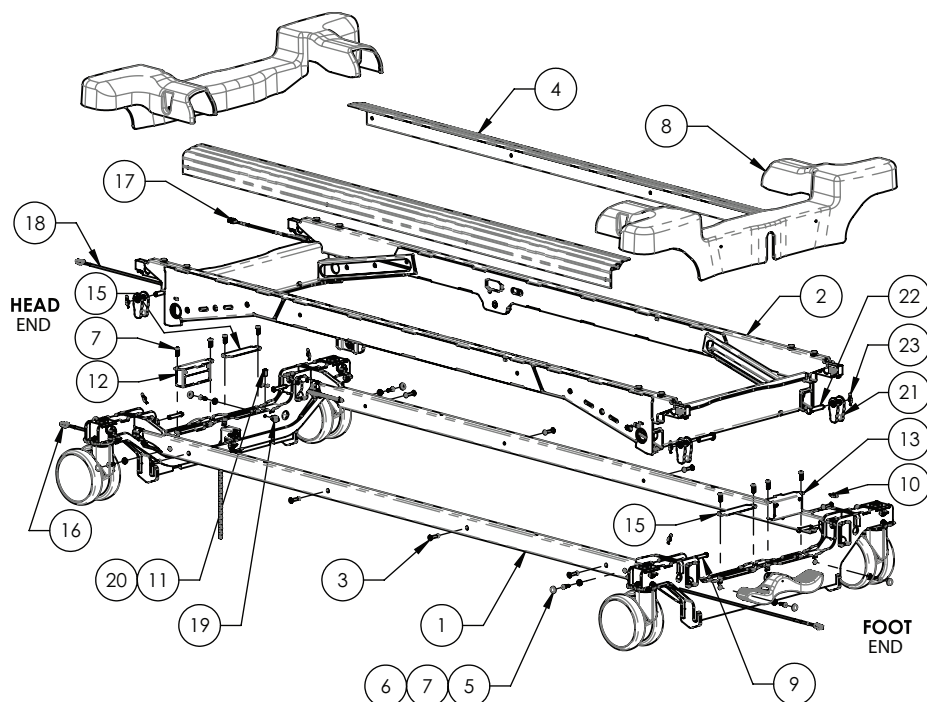

Figure 36 – Remplacement de l'ensemble de cellule de pesage
5. À l'aide d'un petit tournevis à tête plate, retirer et conserver les quatre cache-vis du couvercle des roulettes (6) (Figure 36).
6. À l'aide d'un tournevis cruciforme n° 2, retirer et conserver les quatre vis (7) et rondelles (5) qui fixent le couvercle des roulettes (8) à l'ensemble soudé du châssis de la base (Figure 36). Retirer et conserver le couvercle des roulettes.
8. À l'aide d'une pince à becs fins, retirer et conserver la goupille bête (23) et la broche (22) du haut de la liaison de la cellule de pesage (21) (Figure 36).
11. À l'aide d'un tournevis cruciforme n° 2, retirer et conserver les deux vis (7) qui fixent le couvercle d'inspection (15) à l'ensemble soudé du châssis de la base (Figure 36). Retirer et conserver le couvercle d'inspection.
12. À l'aide d'un tournevis cruciforme n° 2, retirer et conserver les deux vis (7) qui fixent l'ensemble du support de pesée (12 [côté tête], 13 [côté pieds]) à l'ensemble soudé du châssis de la base (Figure 36). Retirer et conserver l'ensemble de carte du système de pesée.